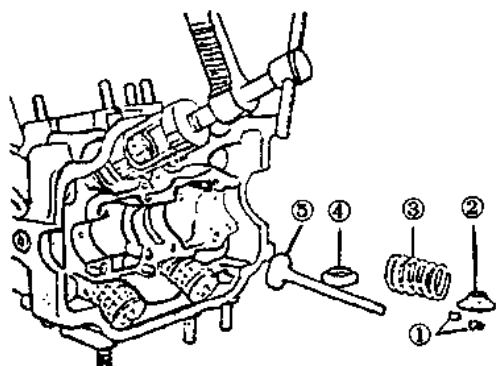

图 1-6
7. 拆卸气门时，要使用专门的拆卸器，或用力将气门弹簧上座压下，如图 1-6 所示，然后取出锁片 1，其他零件即可取出。注意压时不要太用力，以免将气门杆油封帽压坏，一二缸的气门要分别保管好，做好记号，以免装混。